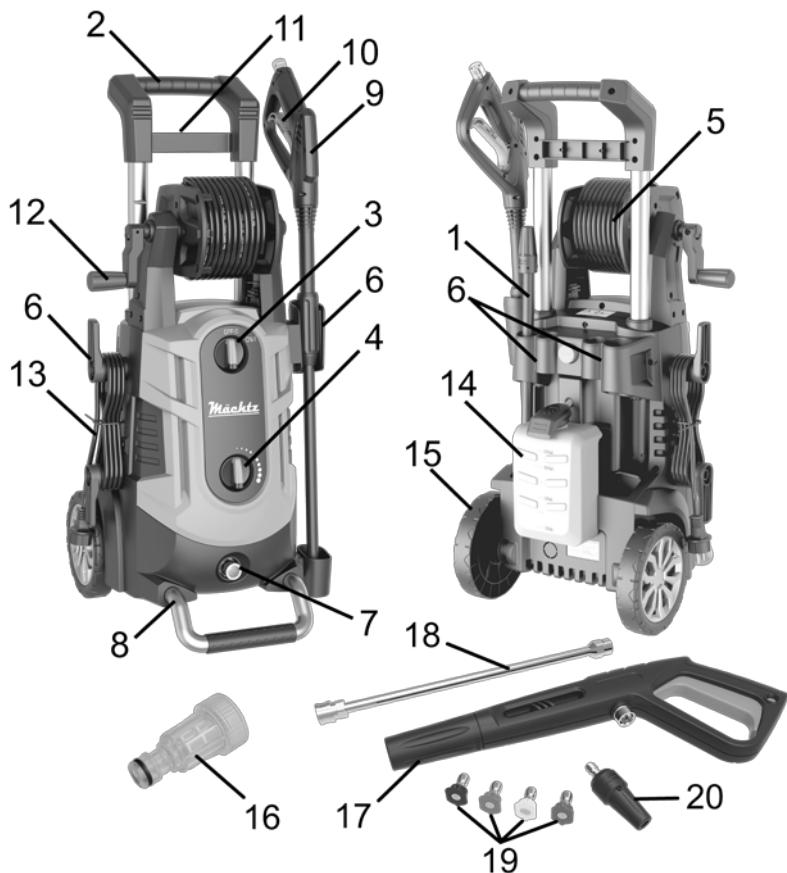

Рисунок 1
3.3.2 Встановіть у відповідне місце опорну ніжку (8, рисунок 1) та закріпіть її двома гвинтами з комплекту постачання.
3.3.3 Встановіть на боковини мийки кронштейни (6, рисунок 1).
3.3.4 Розмотайте шланг високого тиску з барабана (5, рисунок 1).
3.3.7 Накрутіть на вхідний штуцер помпи (7, рисунок 1) фільтр тонкого очищення (16, рисунок 1).
4.2.3 Утримуючи курок пістолета в натиснутому положенні, увімкніть електродвигун перемикачем (3, рисунок 1). У перші секунди роботи помпи можлива подача води «ривками» – таким чином видаляються залишки повітря з системи.
- вимкніть мийку перемикачем (3, рисунок 1), повернувши його в положення «Вимк» («OFF»);
4.3.3 Утримуючи курок пістолета в натиснутому положенні, увімкніть електродвигун перемикачем (3, рисунок 1). У перші секунди роботи помпи можлива подача води «ривками» – таким чином видаляються залишки повітря з системи.